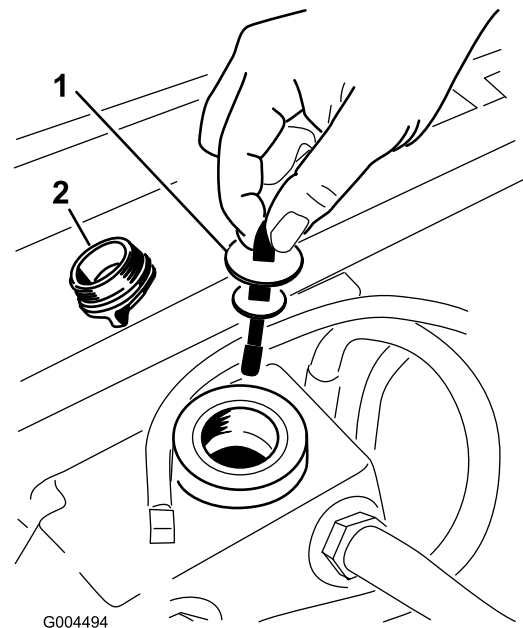

Figure 57
5. Enlevez le bouchon de remplissage du réservoir hydraulique (Figure 57).
6. Retirez la jauge et essuyez-la sur un chiffon propre (Figure 57).
7. Remettez la jauge dans le goulot de remplissage, ressortez-la et vérifiez le niveau de liquide (Figure 57).